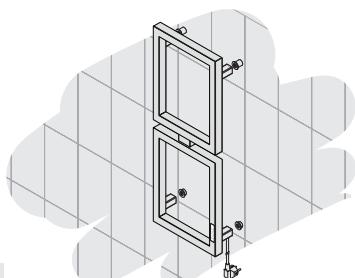

Рис.2
4.1.3. Сделать метки на стене (рис. 1). При установке полотенцесушителя с сетевым шнуром используются четыре точки крепления (рис. 2).